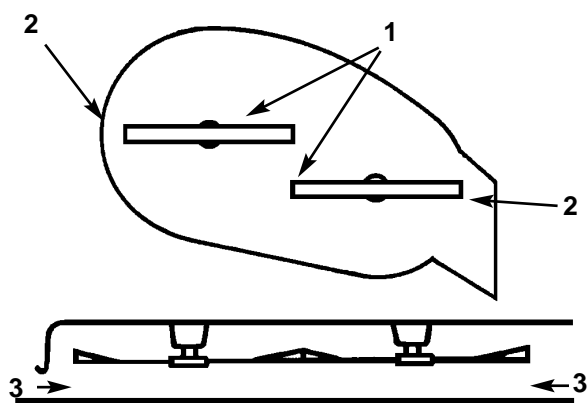

Fig. 49
4. Girate con attenzione la lama (o lame) da fianco a fianco (Fig. 49). Misurate tra i taglienti esterni e la superficie piana (Fig. 49). Se entrambe le misure non risultano entro 4,762 mm, occorre regolare; vedi punti 5 e 6.